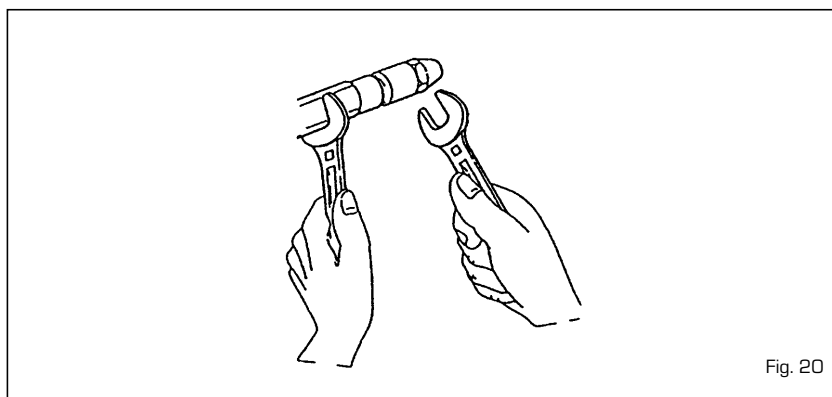

Fig. 20
#### 4.5.3 Sustitución del inyector (fig. 20)
- Bloquear el porta inyectores utilizando una llave n° 19 y destornillar el inyector con una llave n° 16 (fig. 20).